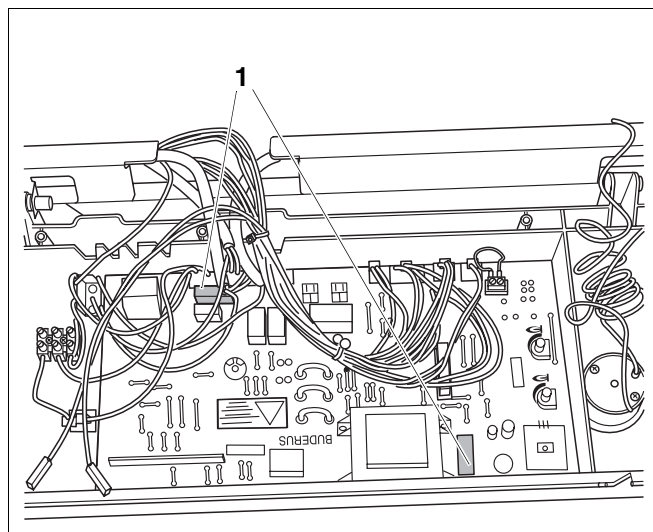

Fig. 15 Verificarea siguranțelor de precizie
- Se verifică siguranța de precizie (Fig. 15, Poz. 1) la continuitate sau se efectuează un control vizual. Dacă este defectă, se înlocuiește cu una nouă de 1,0 AT.